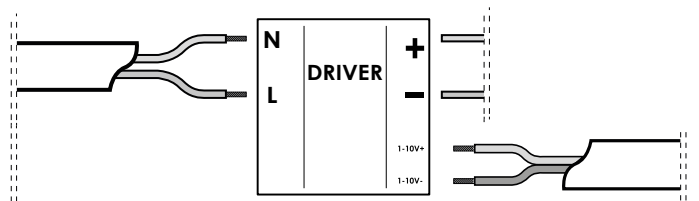

FIG.2
1. Realice un agujero de forma cuadrada en la superficie de montaje con unas dimensiones de 220 x 132mm. (FIG.2).